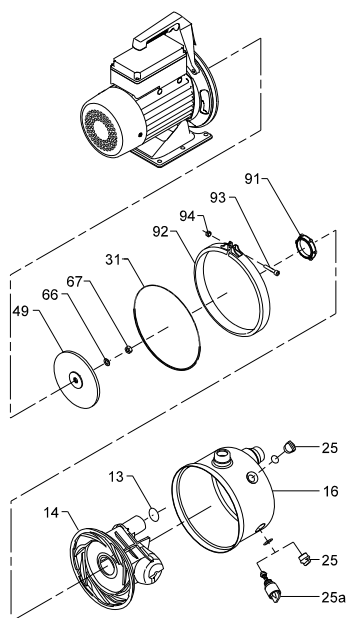

Fig. 6 Vue éclatée de la pompe à éjecteur
Les numéros de position mentionnés dans les paragraphes suivants se réfèrent à la fig. 6.
Pour toute commande de pièces détachées, merci de mentionner le numéro de position à la fig. 6 et les données de la pompe inscrites sur la plaque signalétique.
**Nota** La pompe illustrée à la fig. 6 peut être différente de la version réelle.